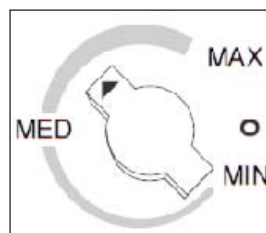

Fig. 1
- Lorsque le refroidissement maximum est atteint, placez l'aiguille du bouton de commande de la temp. à la position de 10 heures sur le cadran gradué (voir la Fig. 1).